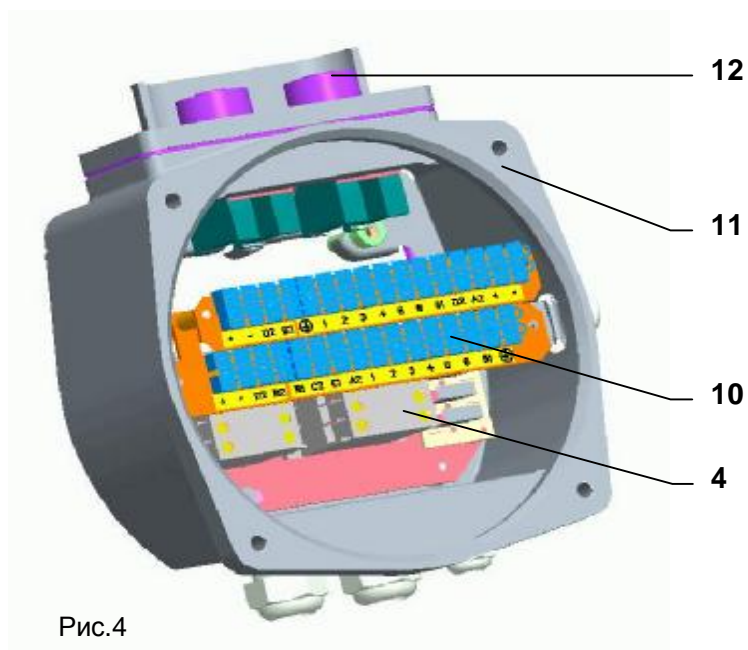

Рис.4
- нагревательное сопротивление(8) с температурным выключателем(9)
- электрическое присоединение через клеммы(10)Рис.4), установленные в шкафе клеммной колодки или через коннектор с кабельными выводными втулками
- контроллеры(4) при исполнении с 3-фаз электродвигателем, установлены в шкафе клеммной колодки(11)